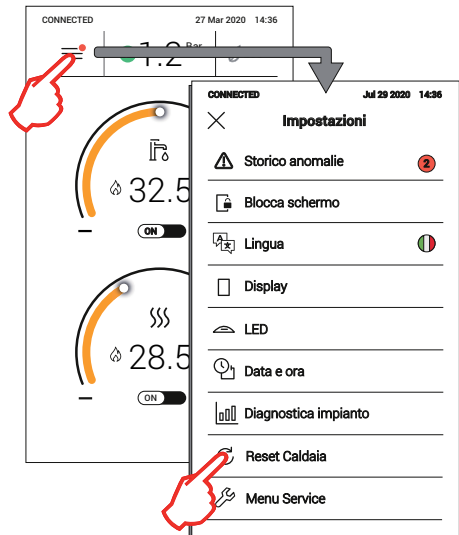

fig. 35
- 2 - Toccando l'icona del menu principale e successivamente [Reset Caldaia] quando appare una schermata simile a quella illustrata in fig. 35 (icona del menu principale con pallino rosso).